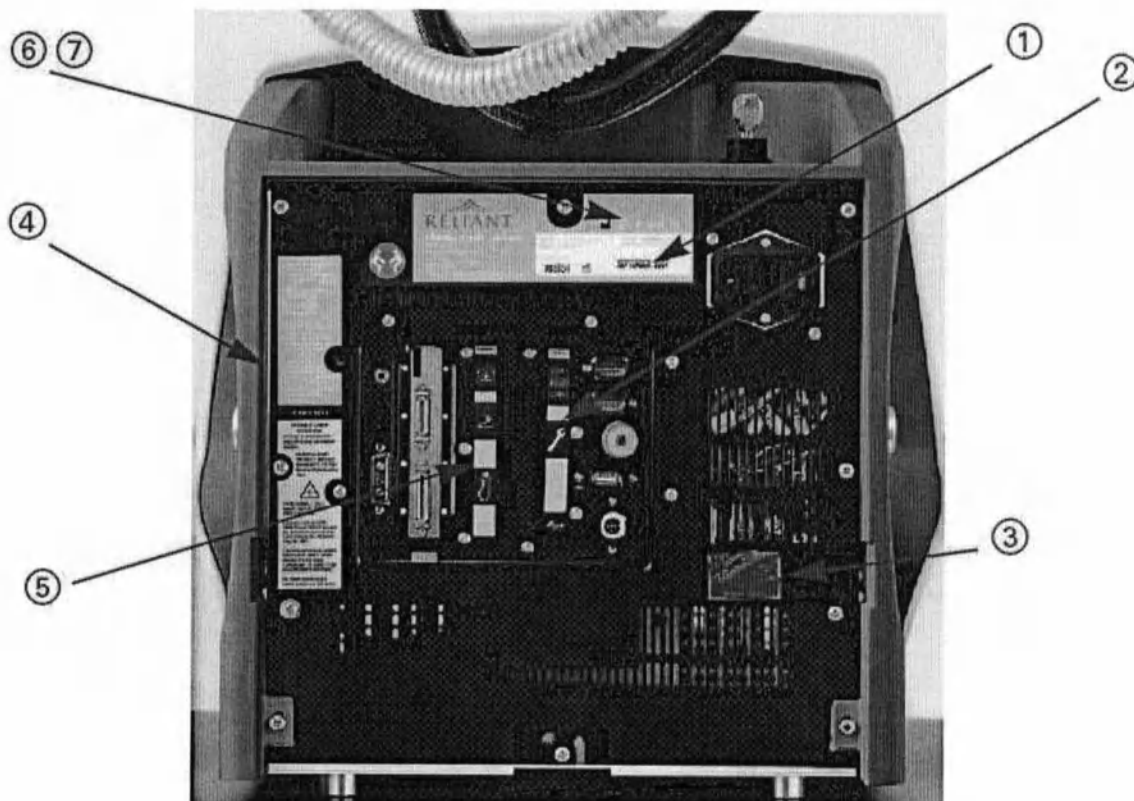

Рисунок 1. Задняя часть консоли
Адрес изготовителя / Информационная табличка установки	① (Рисунок 1, страница 20)
Порт последовательного ввода-вывода Сервисное отверстие Порт USB	② (Рисунок 1, страница 20)
Маркировка изготовлено в США	③ (Рисунок 1, страница 20)
Соответствие нормативным требованиям	④ (Рисунок 1, страница 20)
Соединительный разъем дистанционной блокировки Соединительный разъем ножного выключателя Соединительный разъем наконечника	⑤ (Рисунок 1, страница 20)
Предупреждение типа В IEC. Это оборудование типа В по определению IEC 60601-1 для класса защиты от поражения электрическим током.	⑥ Задняя часть консоли (Рисунок 1, страница 20)
Предупреждение об удалении отходов. Не выбрасывайте консоль как несортированный муниципальный мусор. После выработки ресурса электрическое / электронное оборудование должно собираться отдельно с тем, чтобы не допустить его неблагоприятного воздействия на окружающую среду и здоровье людей. Для обеспечения раздельной утилизации свяжитесь со своим местным перерабатывающим предприятием или с фирмой Solta Medical, Inc для получения информации о надлежащей утилизации. Смотрите также, пожалуйста, полный текст Руководства оператора лазерной системы Fraxel re:pair.	⑦ Задняя часть консоли (Рисунок 1, страница 20)